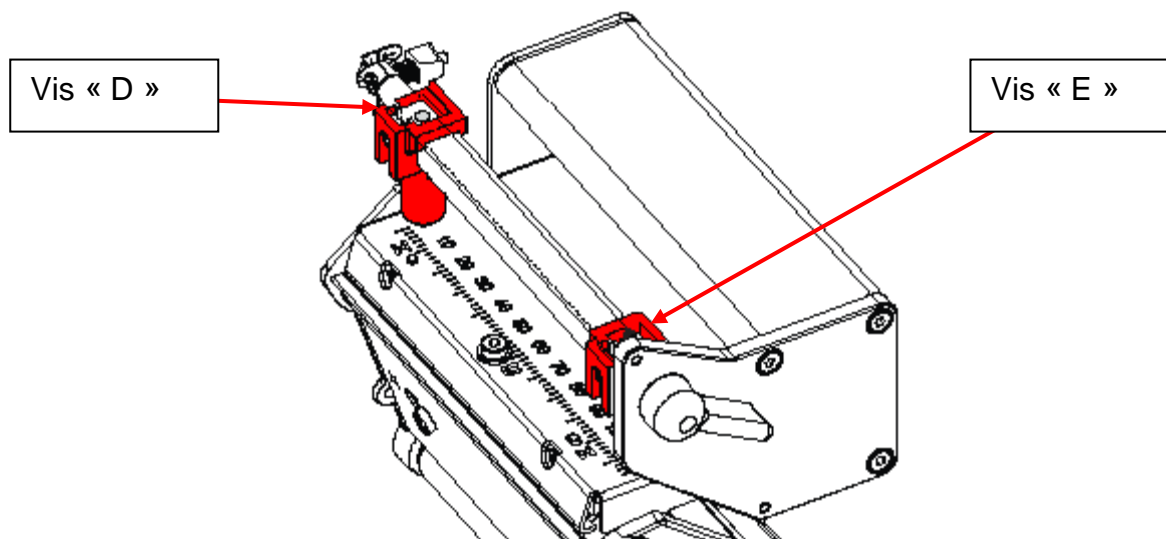

Figure 8. Réglage de la pression de la tête d'impression
**4.1.** Pour configurer la pression de la tête d'impression, desserrez les vis sans tête fixant les taquets de pression (voir figure 3) et faites coulisser les taquets de pression jusqu'à leur limite réceptrice gauche et droite (voir figure 8). Cela permet d'aligner les trous de réglage de la pression de la tête d'impression via la barre de verrouillage de la tête d'impression.